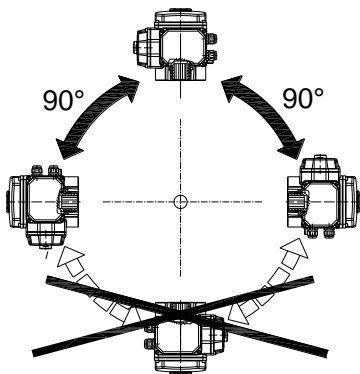

图 1
- 1.2 执行器安装方向如图 1 所示，执行器可水平也可垂直安装，但不得倒置安装，如位置指示转盘朝地面方向。